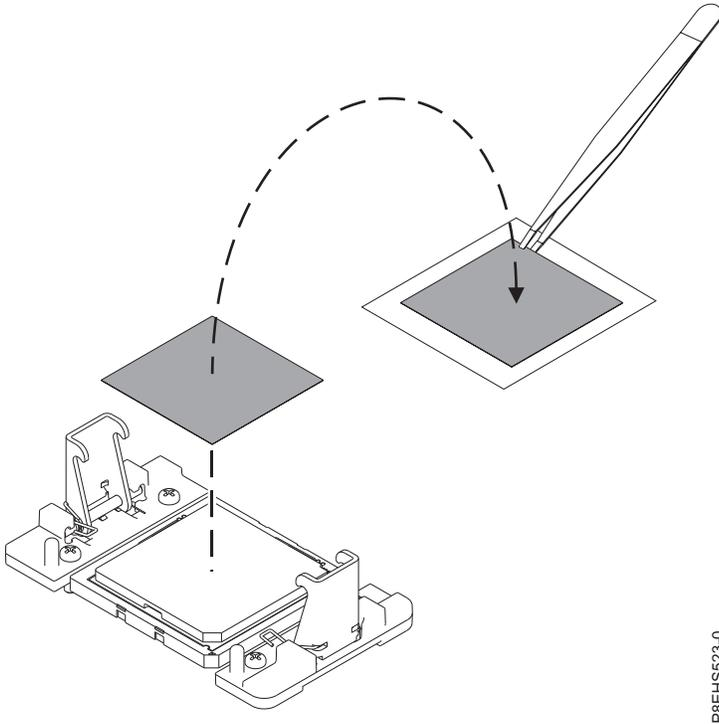

Figura 70. Extracción del TIM de color gris del procesador
8. Si el sistema utiliza el material de interfaz térmica (TIM) de color gris: utilizando unas pinzas, extraiga el TIM de color gris de la parte superior del procesador y colóquelo en un área limpia y seca, como se muestra en la Figura 70 en la página 72. El sistema puede utilizar dos tipos de TIM. Un TIM es de color plata con esquinas recortadas y suele estar adherido al dissipador térmico. El otro TIM es de color gris oscuro con las esquinas cuadradas y no suele estar adherido. El TIM de color gris debe extraerse antes de que extraer el procesador.